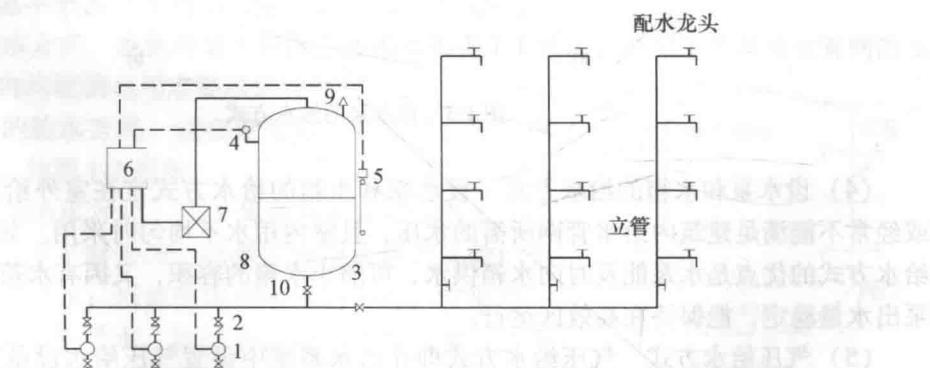

图 1-5 气压给水方式
(5) 气压给水方式 气压给水方式即在给水系统中设置气压给水设备，利用该设备的气压，水罐内气体的可压缩性，升压供水。气压水罐的作用相当于高位水箱，但其位置可根据需要设置在高处或低处。该给水方式宜在室外给水管网压力低于或经常不能满足建筑内给水管网所需水压，室内用水不均匀，且不宜设置高位水箱时采用，如图 1-5 所示。
(6) 叠压供水方式 利用室外给水管网余压直接抽水再增压的二次供水方式。叠压供水设备在城镇给水管网能满足用户的流量要求，而不能满足所需的水压要求，设备运行后不会对管网的其他用户产生不利影响的地区使用。